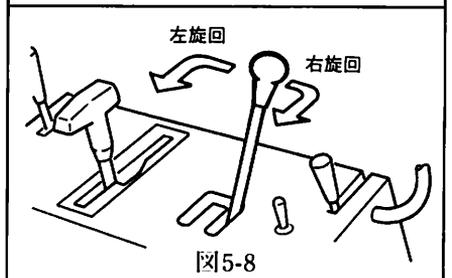

図5-8
**(7) サイドクラッチレバー (機体を左右に旋回させるときに使うレバーです。)**
- ・左に旋回する場合 レバーを左側の溝に沿って手前に引くと、左クローラの駆動が止り、ブレーキがかかって左旋回します。(図5-8参照)